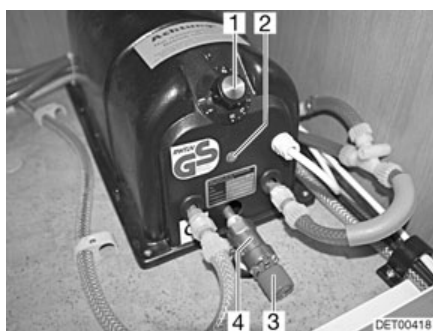

Fig. 137 Caldera Reich
La caldera funciona con 230 V. La caldera calienta aprox. 5 l de agua. La temperatura del agua se puede ajustar en el regulador de temperatura (Fig. 137,1) de la caldera. El agua se puede calentar a máximamente 80 °C.
- Ajustar la temperatura deseada en el regulador de temperatura (Fig. 137,1). La luz de control (Fig. 137,2) está iluminada durante la fase de calentamiento.
- Girar el regulador de temperatura (Fig. 137,1) en sentido contrario a las agujas del reloj hasta la marca "I".
- Ajustar la temperatura deseada en el regulador de temperatura (Fig. 137,1).
- Abrir el vaciado de agua en la válvula de sobrepresión (Fig. 137,4). Para ello, girar el botón giratorio rojo (Fig. 137,3) en sentido contrario a las agujas del reloj.